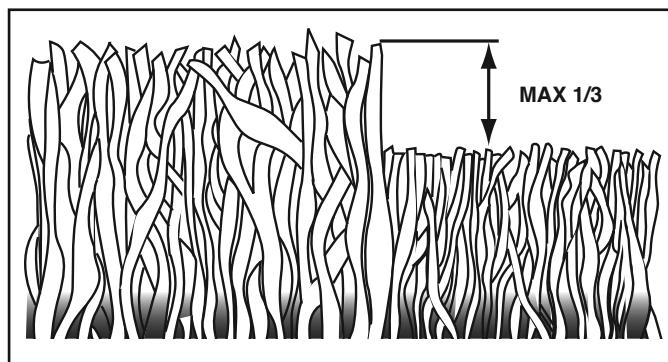

FIG. 12
- Para obtener los mejores resultados, ajuste la altura del corte de la podadora de modo que ésta corte solamente el tercio superior de las hojas de césped. En el caso de que el césped haya crecido demasiado, puede ser necesario el elevar la altura del corte para reducir el esfuerzo necesario para empujar la podadora y para evitar sobrecargar el motor, dejando montones de recortes de césped. Para un césped muy pesado, reduzca el ancho del corte pasando por encima del lugar anteriormente cortado y pode lentamente (vea Fig. 12).